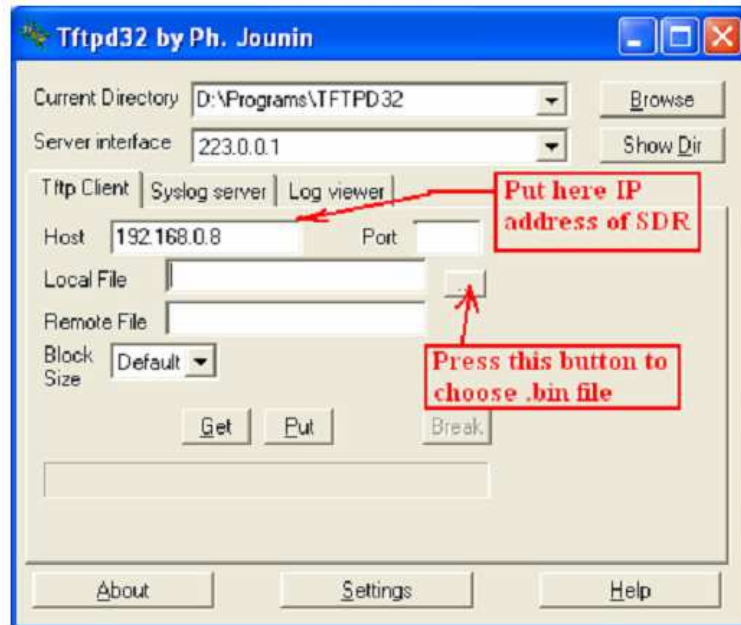

Figura 8 - Utilidad Tftpd32 (comentarios en color rojo)
3.1.5. Tiene que arrancar la utilidad **tftpd32.exe**, se mostrará una pantalla como en la Figura.8
Después del primer arranque de esta utilidad se puede (aunque no debería) configurar para que se ejecute sólo en modo tftp en el cliente, para ello es necesario pulsar el botón "Settings" (ver Figura.8). En la pestaña "Tftp Client" es necesario introducir la dirección IP del receptor AFEDRI SDR-Net.